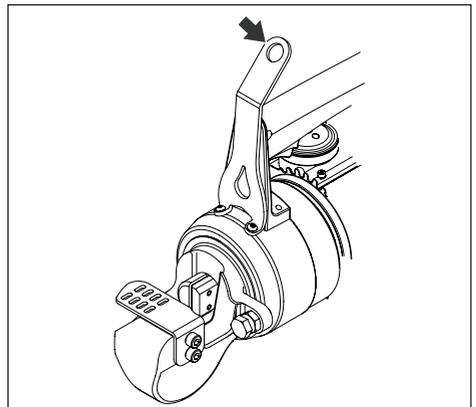

Figure 6, Crochet de levage (accessoire en option)
- Si vous souhaitez lever ou soutenir le coupe-barre à l'aide de moyens mécaniques, utilisez uniquement le crochet de levage fourni dans le kit de levage Enerpac. Voir la figure 6. Cet accessoire optionnel peut être commandé auprès d'un distributeur agréé Enerpac s'il n'a pas été commandé avec l'outil. Utilisez un équipement de levage de capacité adaptée.